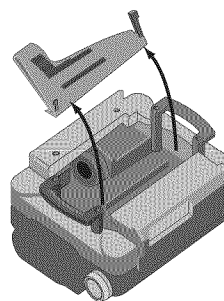

FIG. 4
7. La cabeza de corte queda expuesta. Si no se pueden ver los ocho tornillos de la abrazadera de la cabeza de corte, use un trozo de madera de desperdicio para girar cuidadosamente la cabeza de corte (Fig. 4) hasta que los tornillos estén accesibles y entre en su sitio la palanca de bloqueo de la cabeza de corte (R). Esto evitará que siga girando la cabeza de corte al cambiar las cuchillas.